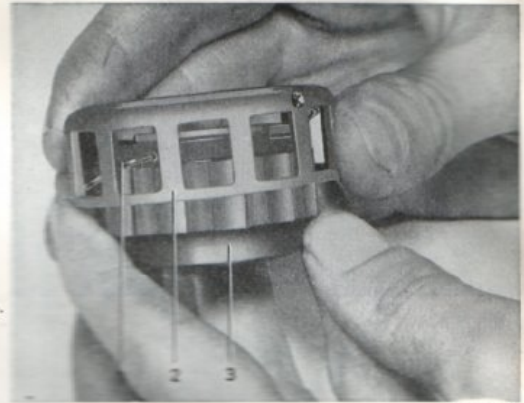

Bild 20. Hopsättning av frihjul, I
4. Montera samman frihjulets nav (34), fjäder och rullhållare, se bild 20. Vrid rullhållaren medurs så långt det går och lås den i detta läge med en kil enligt bild 21. Sätt i rullarna. Lägg ett snöre eller gummiband om rullarna. Montera tryckbrickorna och därefter frihjulet på sin plats i utgående axeln, se bild 22. Lägg i mässingsbrickan enligt bild 23. Brickan fästes i tid. utf. med körslag eller med mejselspår. I sen. utf. fästes brickan med en låsring, se bild 24.